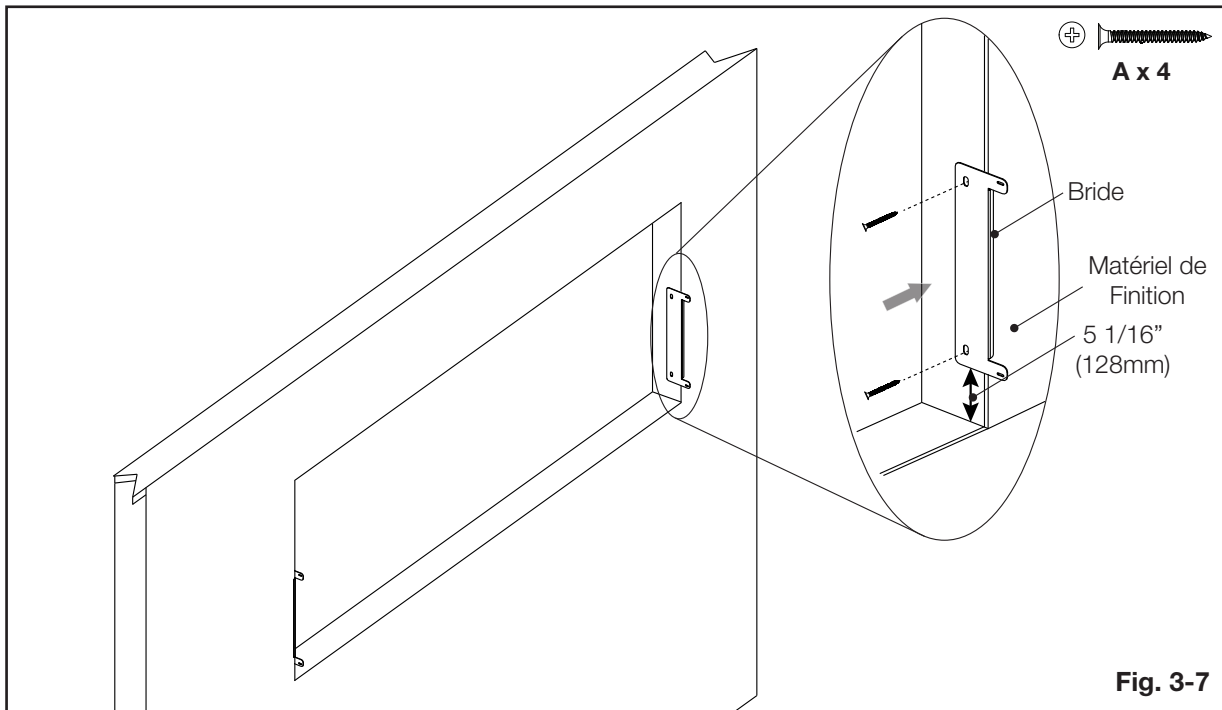

Fig. 3-7
- A. Installez les supports d'ossature en alignant la bride sur le matériel de finition, et 5 1/16" (128mm) du bas de l'ouverture du cadre (**Fig. 3-7**).